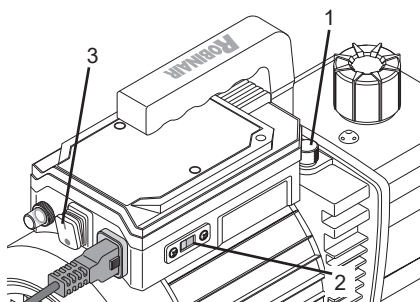

Figura 7
6. Controllare la posizione del selettore di tensione (2) (vedi Figura 7) per assicurarsi che la selezione della tensione corrisponda alla tensione nominale dell'alimentazione.
1. Accendere (3) la pompa per vuoto (vedi Figura 7).
La valvola di zavorra a gas (1) si trova accanto alla maniglia, di fronte al raccordo di ingresso (vedi Figura 7).
3. Spegnerla (3) la pompa per vuoto (*vedi Figura 7*).